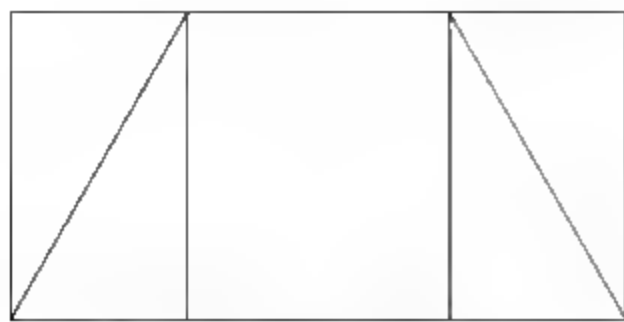

图8-140 绘制线段
- 04 调用L【直线】命令，绘制连接直线，结果如图8-140所示。